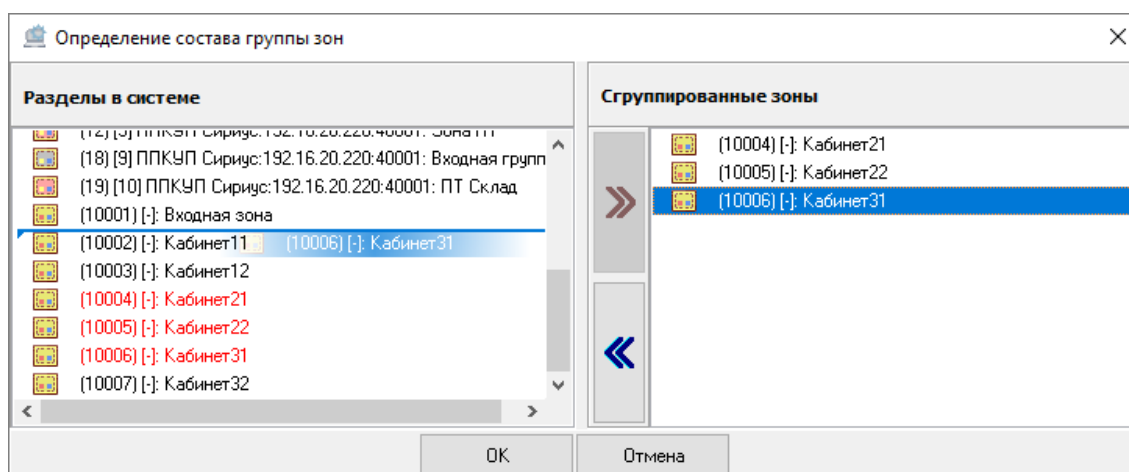

Рисунок 6-357 Отмена привязки зоны к системной группе зон перетаскиванием
- выделите одну или несколько зон в поле «Сгруппированные зоны» (для выделения сразу нескольких зон нажмите на клавиатуре и удерживайте клавишу <Shift> для выбора диапазона или клавишу <Ctrl> для комбинированного выбора) и, удерживая нажатой левую клавишу мыши, перетащите выделенные зоны в поле «Зоны в системе» (см. Рисунок 6-357).